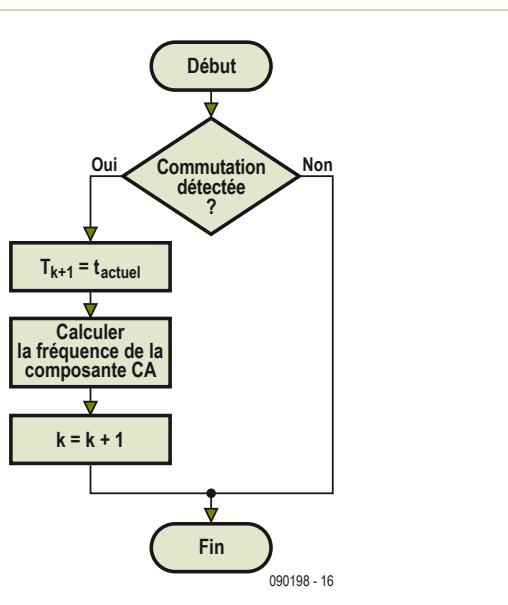

Figure 6. Schéma de l'unité de détection de la fréquence.
Le but de ce bloc est de calculer la vitesse du moteur grâce aux informations de temps auxquelles se sont produites les commutations. Le diagramme de flux de ce bloc est présent en **figure 6**. La première étape consiste à vérifier la présence de commutations. Dès qu'une commutation est détectée, on mémorise le temps de commutation correspondant et on l'ajoute à la liste des temps de commutation T_{k+1} , où k est l'indice des instants de commutations détectés. On calcule ensuite la fréquence d'ondulation f . Pour ce calcul on utilise l'estimation donnée par (2), où N est le nombre de temps à moyenner défini par (3), f_k est la fréquence d'ondulation estimée dans la dernière commutation détectée, f_{k+1} est la fréquence de l'ondulation en cours de calcul et T_p est le temps pendant lequel la fréquence est déterminée. Enfin, l'opérateur [...] signifie partie entière. Avec cette solution nous obtenons une vitesse non perturbée avec une réponse bien adaptée aux variations de vitesse, à condition que T_p soit correctement ajusté. Enfin, on actualise le nombre k de commutations détecté en l'incrémentant d'une unité.